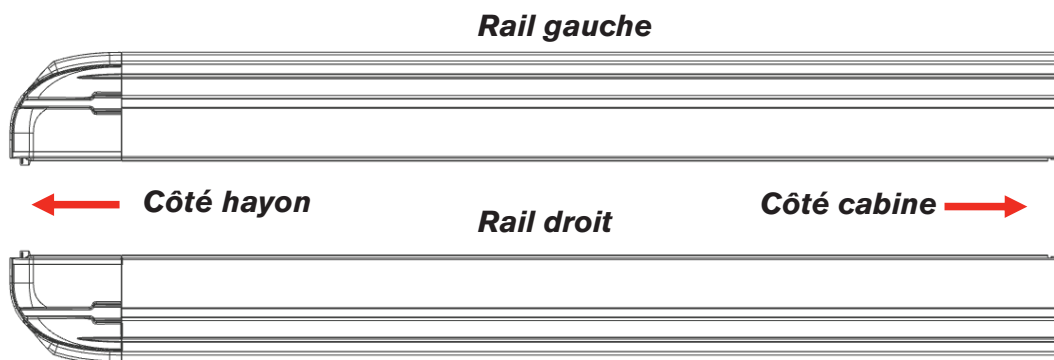

FIG. 4A
- Distinguer ensuite le rail gauche du rail droit (Fig. 4A); l'aile et la mousse du rail doivent être orientées à l'extérieur de la caisse.